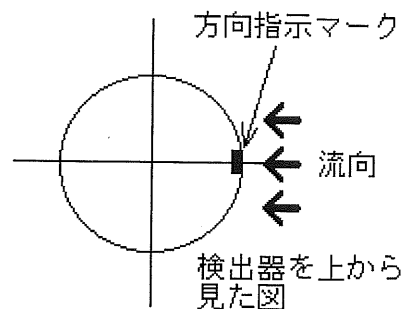

図2
- ②LCD 20文字4行の液晶表示器です。操作及び測定はここに表示されます。
- ③キースイッチ 電源以外の操作は全てこの16キースイッチにて行います。
- ④INPUT 検出器を接続するコネクタです。検出器接続ケーブルを接続して下さい。
- ⑤DC IN ACアダプターを接続するコネクタです。
- ⑥RS232 付属のパソコン接続ケーブルを接続するコネクタです。データをパソコンに転送します。
9. 2 検出器 LPT-200-09PS (付図2参照)
検出器の方向指示マークと流れの方向は図2のようになっています。